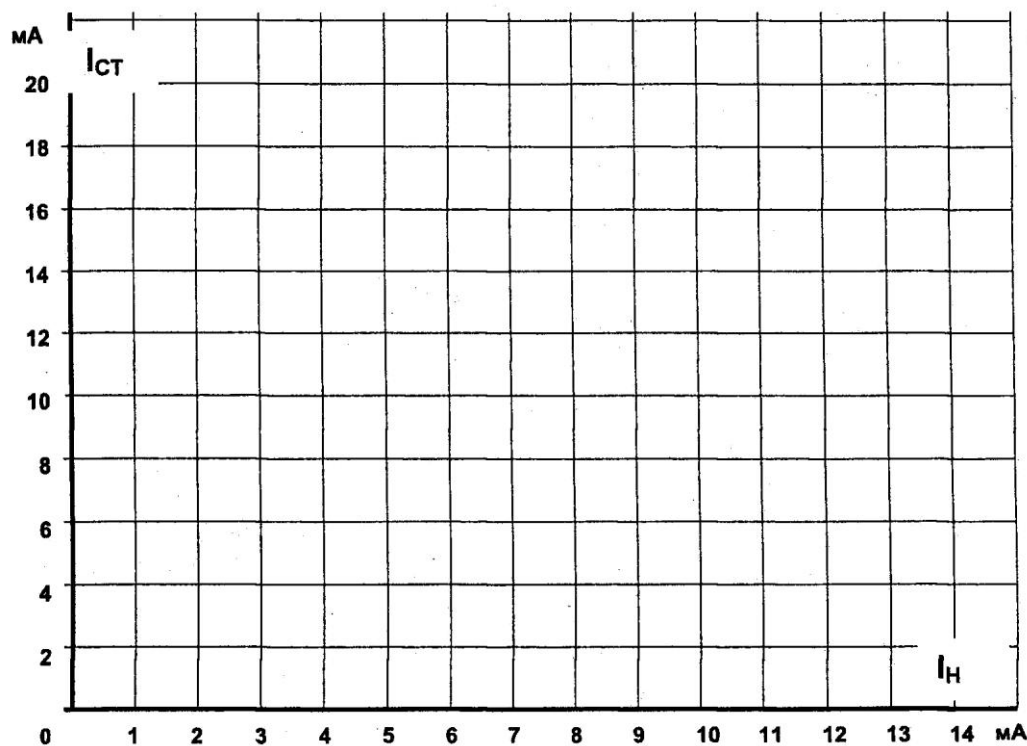

Рис. 3.2.4
- Постройте на графике (рис. 3.2.4) кривую зависимости тока I_{CT} от тока нагрузки I_H .